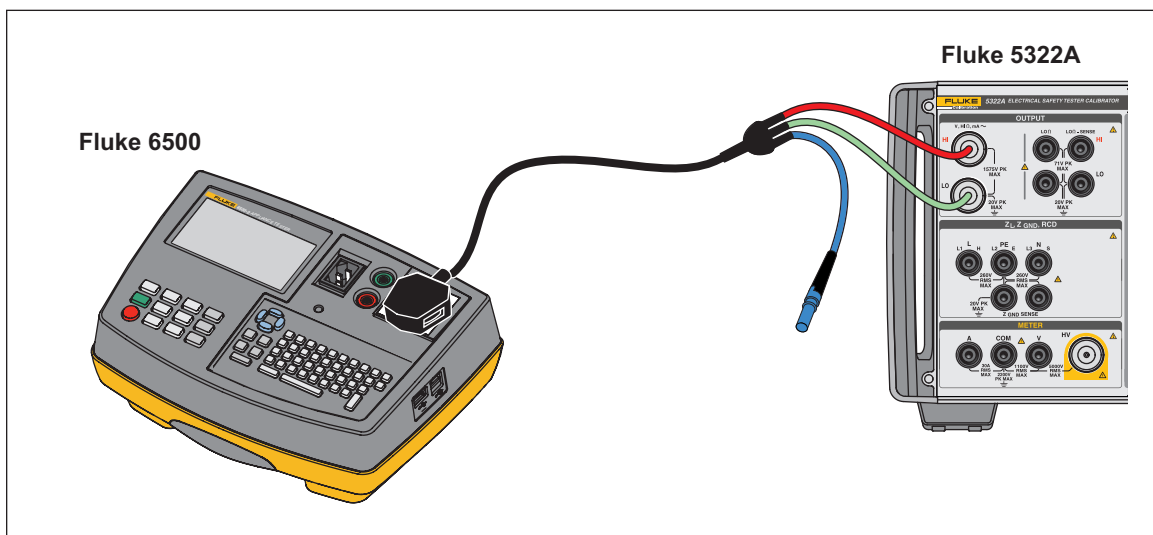

图 45.对 Fluke 6500 执行无源漏流校准
2. 按图 45、46 或 48 所示，将被测仪器连接到产品的 **OUTPUT mA~ HI** 和 **LO** 端子。